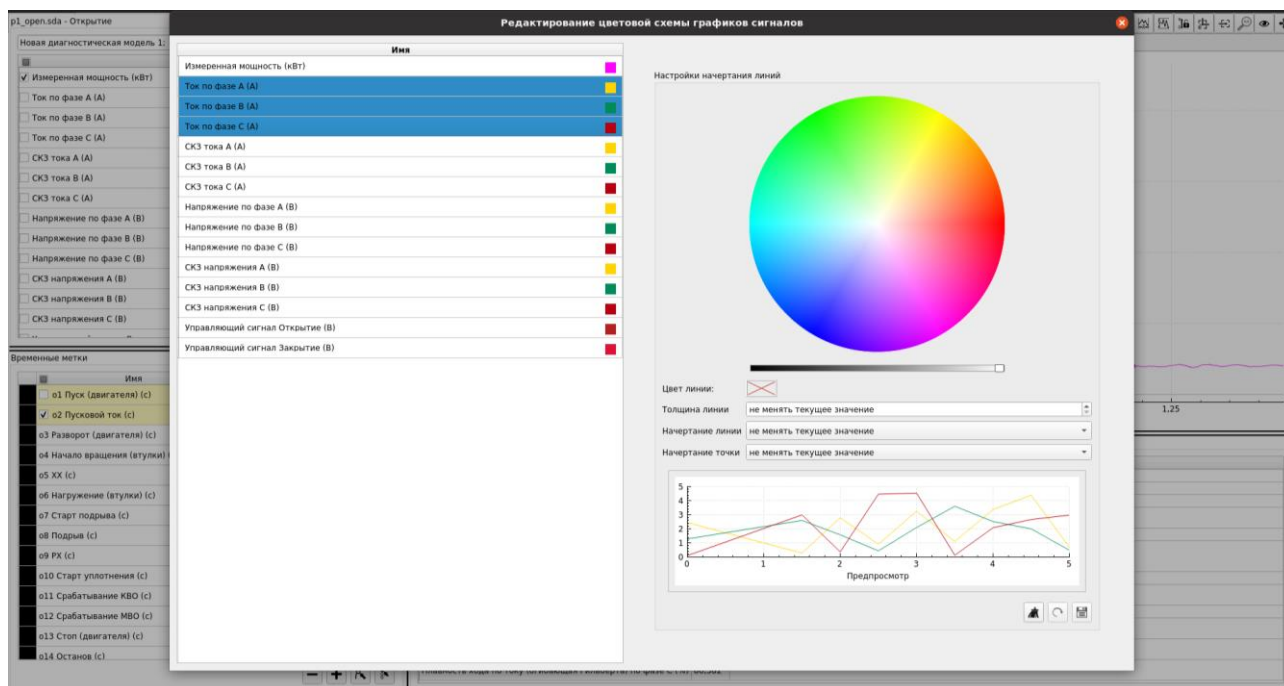

Рисунок 3.14 — Окно редактирования графиков
3.2.3.2 При нажатии на кнопку (верхний правый угол) открывается окно «Редактирование цветовой схемы графиков» (рисунок 3.14).